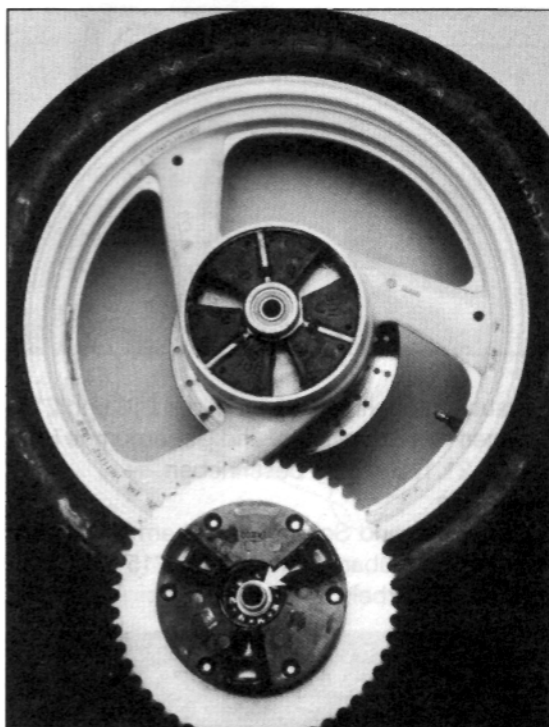

Bild 209
- Kettenblatt-Träger (Abtriebsflansch) eventuell mit Gummihammer von Radaufnahme heruntertreiben, siehe Bild 209.